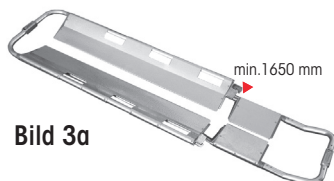

Bild 3a
Die Länge der Schaufeltrage kann mithilfe der Profilauszüge des Fußbereiches in Abhängigkeit von der Patientengröße auf 4 verschiedene Längen eingestellt werden (Bild 3a,b). Die Vorrichtung dient auch zum Zusammenklappen der Schaufeltrage für die Lagerung.
4. Nach Einstellung der gewünschten Länge schließen Sie die zuvor geöffneten Blockierungsvorrichtungen wieder. Prüfen Sie, ob die Blockierungen der beiden Profilauszüge nach dem Rausziehen hörbar in einer der eingezeichneten Positionen eingerastet sind. Die Länge der Schaufeltrage kann in 4 Stufen eingestellt werden. (Bild 3a und 3b am Beispiel von SAN-0125)